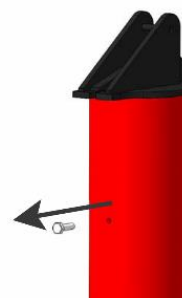

Рисунок 50
- Удалите транспортировочный болт сверху силового устройства (рисунок 50).